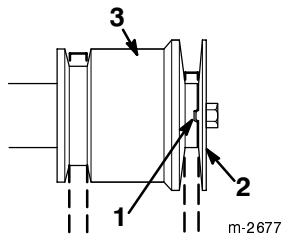

**Figure 24**
- Retirez les 2 vis, rondelles et rondelles-frein de fixation du guide-courroie (Fig. 24).
- Retirez la vis du vilebrequin moteur avec sa rondelle-frein et sa rondelle (Fig. 24).
- Détachez et déposez la poulie à gorge du moteur (Fig. 24).
- Déposez la poulie moteur centrale (Fig. 24).
10. Retirez la courroie de traction hors de la poulie de traction et du vilebrequin moteur (Fig. 24).
11. Tirez la poulie folle de traction vers l'extérieur et mettez en place la nouvelle courroie de traction (Fig. 24).
13. Tirez la poulie folle vers l'extérieur et passez la courroie d'entraînement de tarière/roue hélice devant la poulie moteur centrale, en veillant la faire passer du côté intérieur de la poulie folle et du guide-courroie (Fig. 24).
5. Retirez les deux vis, rondelles et rondelles-frein de fixation du guide-courroie (Fig. 24).
6. Retirez la vis du vilebrequin moteur avec sa rondelle-frein et sa rondelle (Fig. 24).
7. Détachez et déposez la poulie à gorge du moteur (Fig. 24).
8. Retirez la courroie d'entraînement de tarière/roue hélice de la poulie du moteur et de la grande poulie de tarière/roue hélice (Fig. 24).
9. Tirez la poulie folle vers l'extérieur et passez la courroie neuve autour de la grande poulie de tarière/roue hélice (Fig. 24).
10. Passez la courroie devant la poulie moteur, en veillant à la faire passer du côté intérieur de la poulie folle et du guide-courroie (Fig. 24).